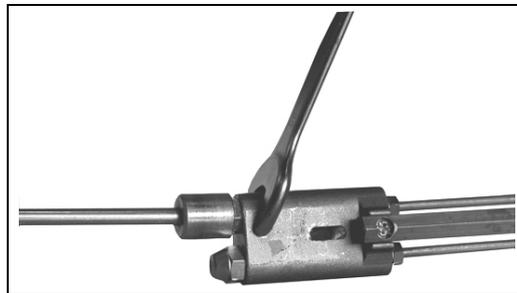

Fig. 53
- Svitare gli ugelli usando due chiavi (da 16 e 24 mm), vedi Fig. 53.